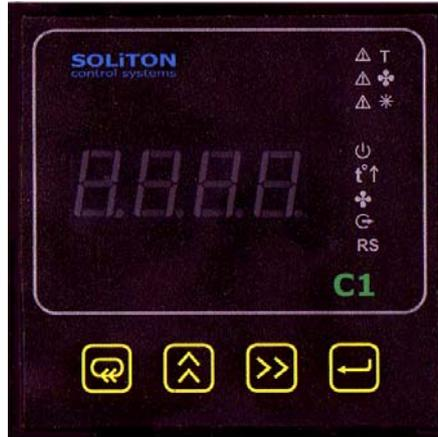

Рисунок 1 – контроллер C1-M
- контроллер SOLITON C1-M (рис.1).